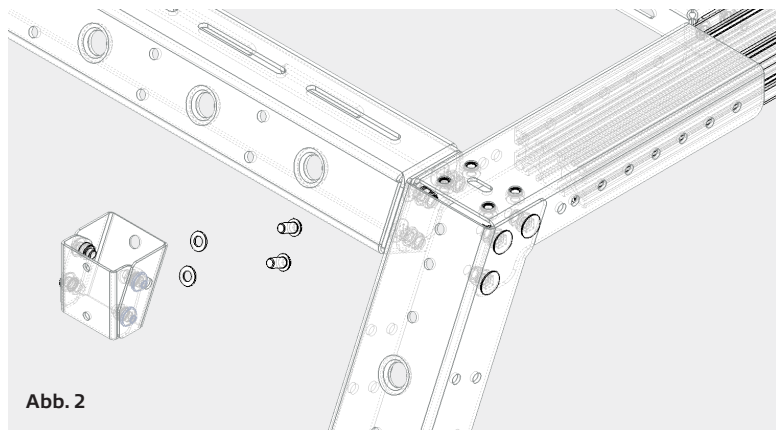

Abb. 2
- 2 Verschraube den Markisenhalter (ahbrts) mit dem B-Rack, verwende hierfür je 2x ISO7380 M8x16mm Schrauben, sowie die passenden Unterlegscheiben. ACHTUNG! Schraubensicherung für jede Schraubverbindung verwenden (Loctite 243 o.Ä.) und die Schrauben laut Drehmomenttabelle (letzte Seite) anziehen Abb. 2.
Bolt the awning mount (ahbrts) to the B-Rack, use 2x ISO7380 M8x16mm bolts, as well as the appropriate nuts and washers, for each of the four corners. ATTENTION! Use thread locker for each bolted connection (Loctite 243 or similar) and tighten the bolts according to the torque table (last page) Abb. 2.